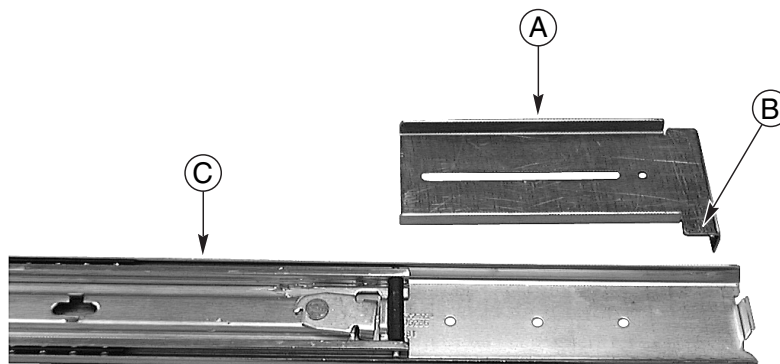

Figura 6 Orientamento della staffa FR/RL
3. Mettere una delle staffe etichettate FR/RL sull'esterno del componente esterno. La linguetta inferiore della staffa deve essere orientata correttamente. L'elemento B in Figura 6 mostra l'orientamento corretto.
La Figura 6 mostra come la staffa FR/RL è orientata e come il gruppo a scorrimento su binari sia esteso.